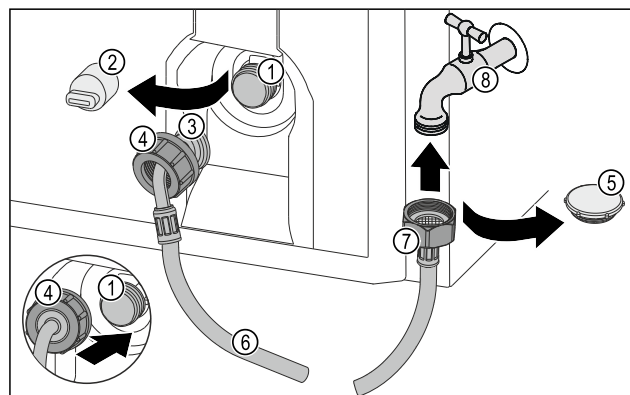

Fig. 58
- ▶ Verschlusskappe Fig. 58 (5) entfernen.
- ▶ Gerades Schlauchende Fig. 58 (7) am Wasserhahn Fig. 58 (8) ansetzen.
- ▶ Mutter am geraden Schlauchende Fig. 58 (7) im Uhrzeigersinn festziehen.